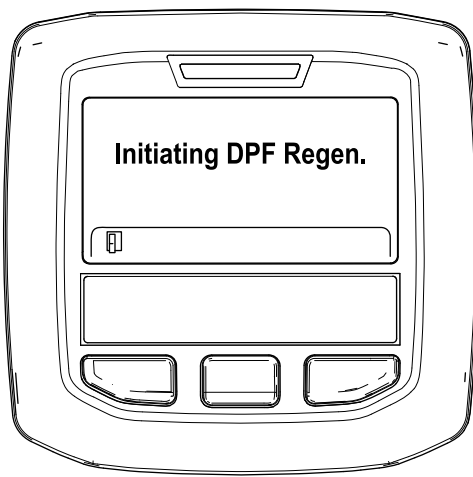

図 53
- A. Initiating DPF Regen DPF 再生開始中というメッセージが表示される 図 53。